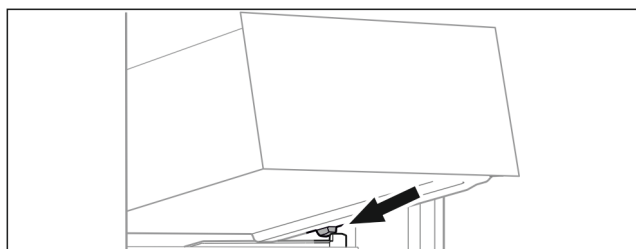

Fig. 90
- ▶ Placer le tiroir, en l'inclinant, derrière les butées sur la nervure de récipient. (voir Fig. 90)